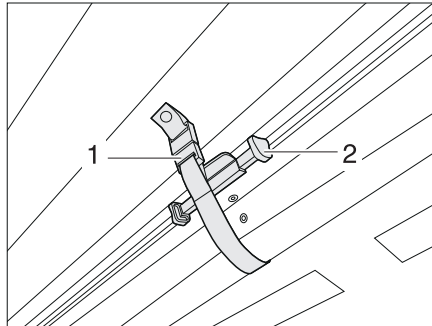

Fig. 15 Fixer le dispositif occultant plissé du pare-brise
- Fixer : ■ Pousser le dispositif occultant plissé pour le pare-brise vers le haut avec la poignée (Fig. 15,2) jusqu'à ce qu'il se verrouille. Le fixer avec la boucle de fermeture (Fig. 15,1). Le dispositif occultant plissé est bloqué.